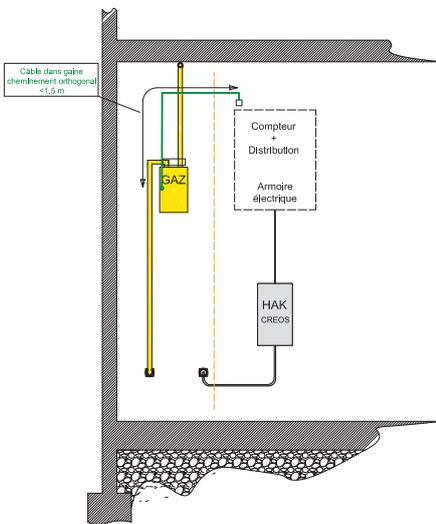

Bild 5: Vereinfachte Anordnung : Gaszähler nahe dem Verteilerschrank (1 Verbindungsdose)
- Vereinfachte Anordnung (Bild 5): befindet sich der Gaszähler im näherem Umfeld des elektrischen Verteilerschranks so dass die Kabelverlegung des am Gaszähler angebrundenen Kabels zu einem der Installationsbereiche seitens des Verteilerschranks weniger als 1,5 m* darstellt, so ist es ausreichend nur alleinig die Verbindungsdose seitens des Verteilerschranks anzubringen.